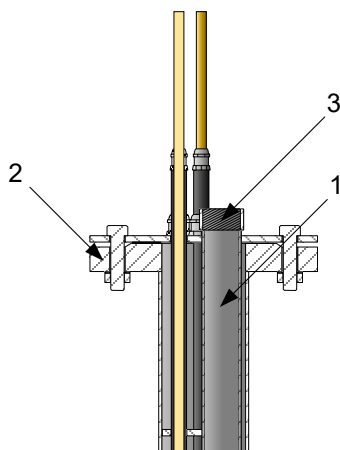

Рисунок 4 – Скважина, готовая к цементированию
4.1.5 Подача цементирующей смеси в скважину осуществляется через бетонолитный канал (поз.1 рисунок 4) погружной части головного модуля.
4.1.6 По окончании подачи цементирующей смеси извлеките бетонолитный рукав и накрутите заглушку бетонопровода на муфту бетонолитного канала (поз.3 рисунок 4). Не извлекайте из заглушки бетонопровода транспортировочный болт, на данном этапе, для исключения загрязнения резьбового соединения.